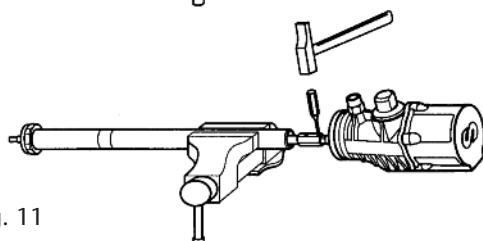

Fig. 11
5. Remove the pin (25) situated in the upper part of the union nut (fig. 11) and unscrew the air motor body from the suction tube assembly.
5. Extraer el pasador (25) situado en la parte superior de la tuerca de conexión (fig. 11) y desenroscar el cuerpo del tubo de aspiración .
5. Sortir la goupille (25) située au niveau de la partie supérieure de l'écrou prolongateur (voir fig. 11) et séparer le corps du tube d'aspiration .
5. Den Stift (25) am oberen Teil der VerbindungsMutable entfernen (Bild 11). Den Körper vom Saugrohr trennen.